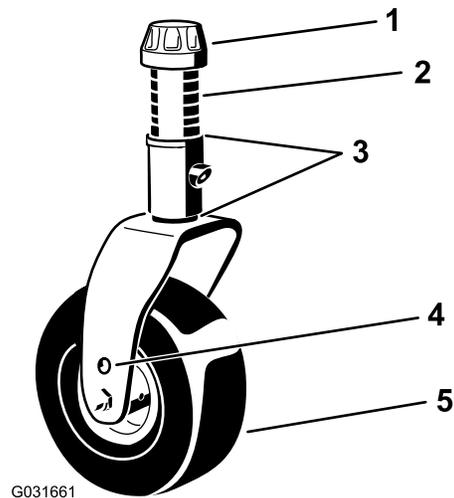
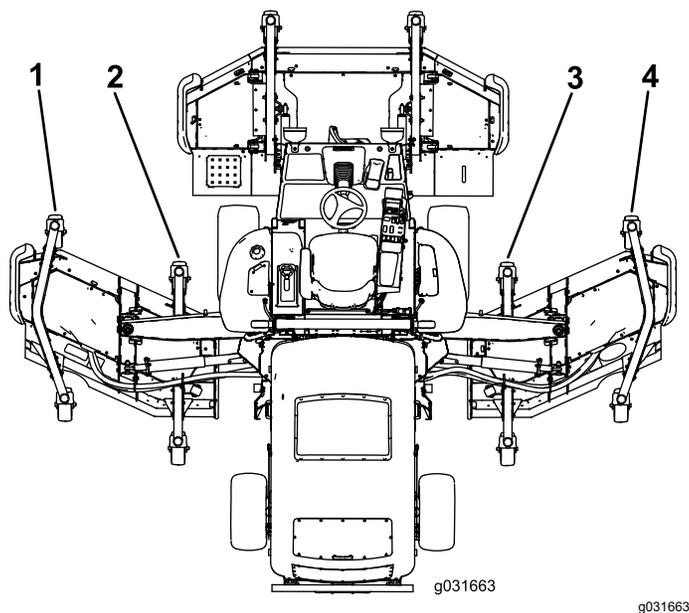

Figura 28
Figura 29
- Si el borde interior de la unidad de corte lateral está demasiado alto respecto al borde exterior de la unidad de corte delantera, retire un suplemento de la parte inferior del brazo interior delantero de la rueda giratoria de la unidad de corte lateral (Figura 28 y Figura 29).
- Si el borde interior sigue estando demasiado alto, retire otro suplemento de la parte inferior del brazo interior delantero de la rueda giratoria de la unidad de corte lateral, y un suplemento del brazo exterior delantero de la rueda giratoria de la unidad de corte lateral (Figura 28 y Figura 29).
- Si el borde interior de la unidad de corte lateral está demasiado bajo respecto al borde exterior de la unidad de corte delantera, añada un suplemento de 3 mm (1/8") a la parte inferior del brazo interior delantero de la rueda giratoria en la unidad de corte lateral (Figura 28 y Figura 29)